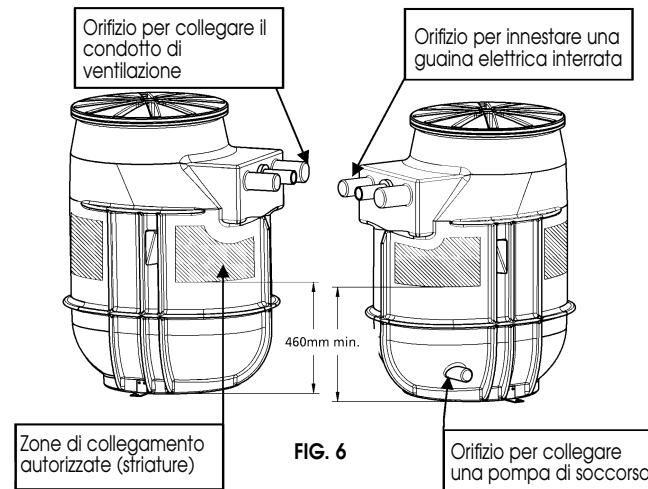

FIG. 6
- Scavare la fossa in funzione dell'ingombro in altezza; rispettare le dimensioni del condotto di arrivo DN100 (Ø esterno 110 mm) e la zona di collegamento autorizzata nel serbatoio (**vedi FIG. 6 - qui sotto**). Se necessario, prevedere un'estensione (accessorio);
- Posizionare il tubo di arrivo nel serbatoio, nella zona prevista (**vedi FIG. 6 - qui sotto**), facendo attenzione a posizionarlo in modo che l'arrivo degli effluenti non perturbi il funzionamento del sistema di rilevazione di livello.